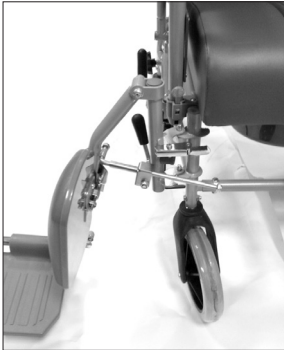

FIG. 5
- Le pedane vengono montate esternamente alla struttura, facendo corrispondere i due fori sovrapposti (situati sulla pedana) ai due perni smussati (situati sulla struttura della sedia comoda (FIG.5).